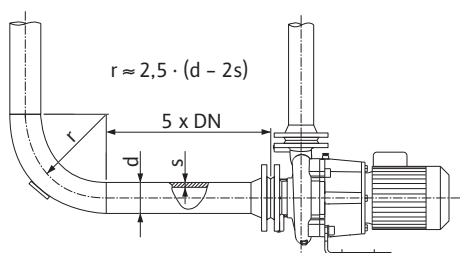
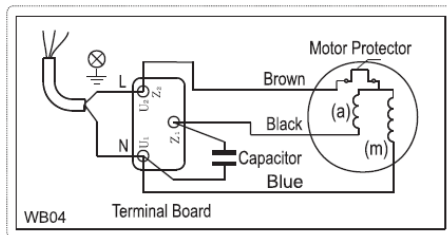

Fig. 4: Stille strækning før og efter pumpen
Fig. 5: Vekselstrømstilslutning
- Nettildslutningen er afhængig af motoreffekten  $P_2$ , netspændingen og tilkoblingstypen. Nødvendig tilkobling af forbindelsesbroerne i klemmeboksen fremgår af følgende tabeller samt Fig. 4 og Fig. 5.